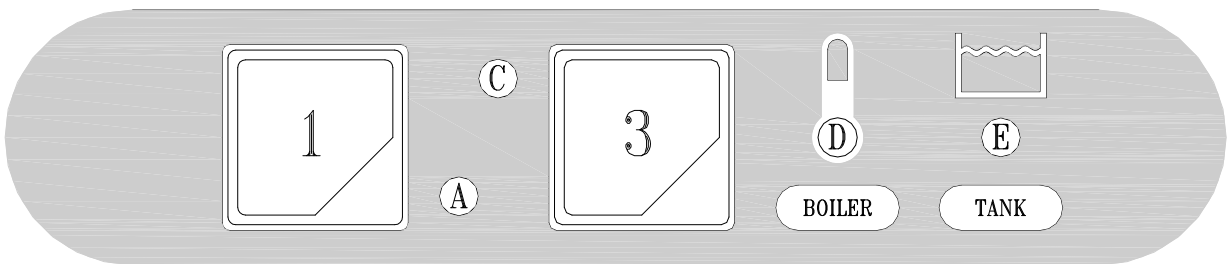

Fig. 3-2
- A riempimento avvenuto, aprire la porta (I) e introdurre il detersivo (ca. 2 gr. per litro di capacità della vasca). Inserire il cesto (L) carico e chiudere la porta (I). A questo punto premere il pulsante START (3) (almeno per 2 secondi) e avrà inizio il ciclo di lavoro visualizzato dalla lampada spia (C): la fine del ciclo coincide con lo spegnimento di questa spia. Per spegnere la macchina si dovrà disinserire l'interruttore (1) portandolo nella posizione (0) spia (A) spenta. (fig.3-2+3-3).
- When the water intake cycle is complete, open the door (I) and add detergent (about 2 g. per litre of tank capacity). Position the full basket (L) and close the door (I). Now press the START button (3) (at least for 2 seconds) and the wash cycle displayed by light (C) will start. When the cycle is over, this light goes out. To turn off the appliance, turn the switch (1) to 0. Light (A) indicates the appliance is off (fig.3-2+3-3).
- Nach erfolgter Füllung die Tür (I) öffnen und das Spülmittel einfüllen (ca. 2g/l Fassungsvermögen des Spülbehälters) Den gefüllten Geschirrkorb (L) einsetzen und die Tür (I) schließen. Nun die START-Taste (3) mindestens 2 Sekunden lang drücken, und das Spülprogramm beginnt, die Kontrolllampe (C) leuchtet auf und am Programmende erlischt die Kontrolllampe. Um das Gerät auszuschalten, muß der Schalter (1) auf die Position 0 gestellt werden, die Kontrolllampe (A) erlöscht (fig.3-2+3-3).
- Lorsque le remplissage est terminé, ouvrir la porte (I) et verser le déterfif (environ 2 g pour chaque litre remplissant la cuve). Introduire le panier (L) plein et fermer la porte (I). A ce stade, presser le bouton-poussoir START (3) (au moins 2 secondes) et le cycle de fonctionnement commencera, visualisé par la lampe-témoin (C). La fin du cycle coïncide avec l'extinction de ce voyant. Pour arrêter la machine, il faudra débrancher l'interrupteur (1) en le ramenant sur la position 0: lampe-témoin (A) (fig.3-2+3-3).
- Después del llenado, abra la puerta (I) y vierta el detergente (2 gramos aproximadamente por litro de capacidad de la cuba). Introduzca el cesto (L) carga y cierre la puerta (I). Pulse ahora START (3) (almenos durante 2 segundos) para arrancar el ciclo de trabajo: se enciende la luz testigo (C), que se apagará al final del ciclo. Para apagar la máquina desconecte el interruptor (1): posición 0, luz testigo (A) apagada (fig.3-2+3-3).